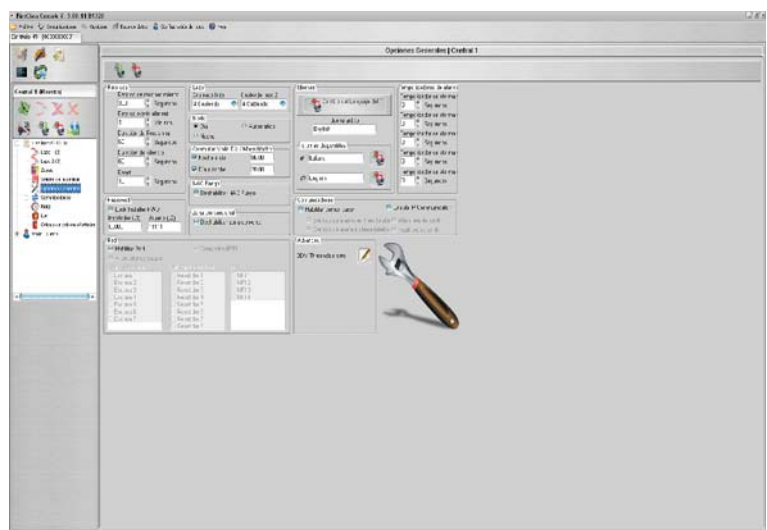

Figura 30 Página para la programación de las Opciones
**Comunicador PSTN** La sección Comunicador se activa después que el módulo Telecom FC500PSTN ha sido habilitado en la página de Opciones Generales (Figura 30). En esta sección es posible asociar a cada zona uno o más mensajes vocales asociados a un evento de Alarmas, Prealarma, Aviso, Avería y Test Andando que pueden ser enviados hasta a 32 números telefónicos (consultar al manual dedicado de FC500PSTN).
**Interfaz IP** La sección interfaz IP se activa después que el módulo FC500IP ha sido habilitado en la página de Opciones Generales (Figura 30). A cada zona puede asociarse evento de Alarma, Prealarma, Aviso, Avería y Prueba. (ver el manual dedicado de FC500IP).
La página **Opciones Generales** es para la programación del reloj de la central, como se describe a continuación (Figura 30).